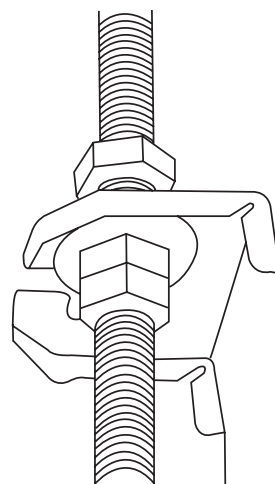

Fig. 4.9
8. Montare l'unità interna. Occorrono due persone per sollevare e mettere in sicurezza. Inserire i bulloni di sospensione nei fori di sospensione dell'unità. Fissarli usando le rondelle e i dadi inclusi. (vedi Fig. 4.9).